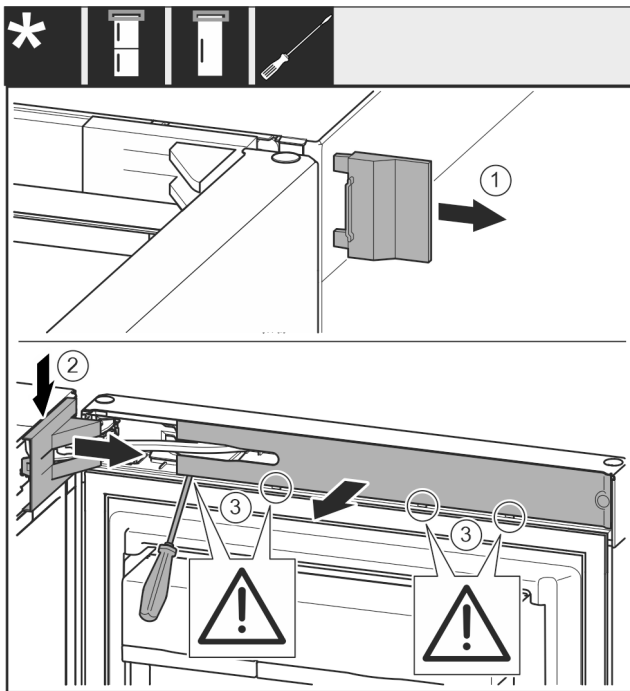

Fig. 8
► Skinite vanjski pokrov. Fig. 8 (1)
► Otkopčajte i otpustite pokrov podloška ležaja. Skinite pokrov podloška ležaja. Fig. 8 (2)
► Ravnim odvijačem otkopčajte masku i zakrenite je u stranu. Fig. 8 (3)